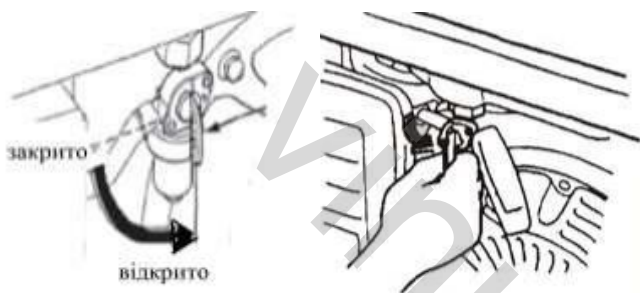

Рис. 22
6.3 Включіть паливний кран (Рис. 22)